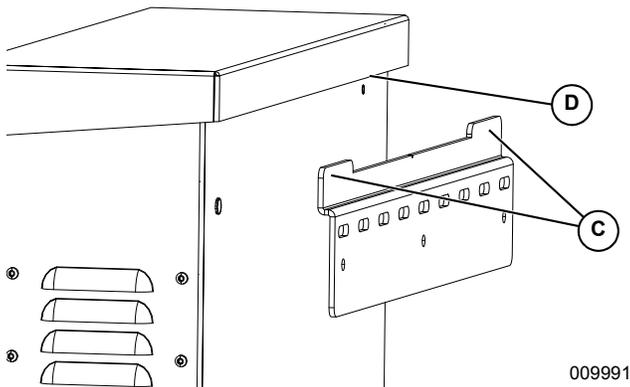

Figura 4-3. Montaje del inversor en el soporte
4. Consulte la **Figura 4-3**. Inserte las lengüetas del soporte (C) en la ranura del cuerpo del inversor (D).